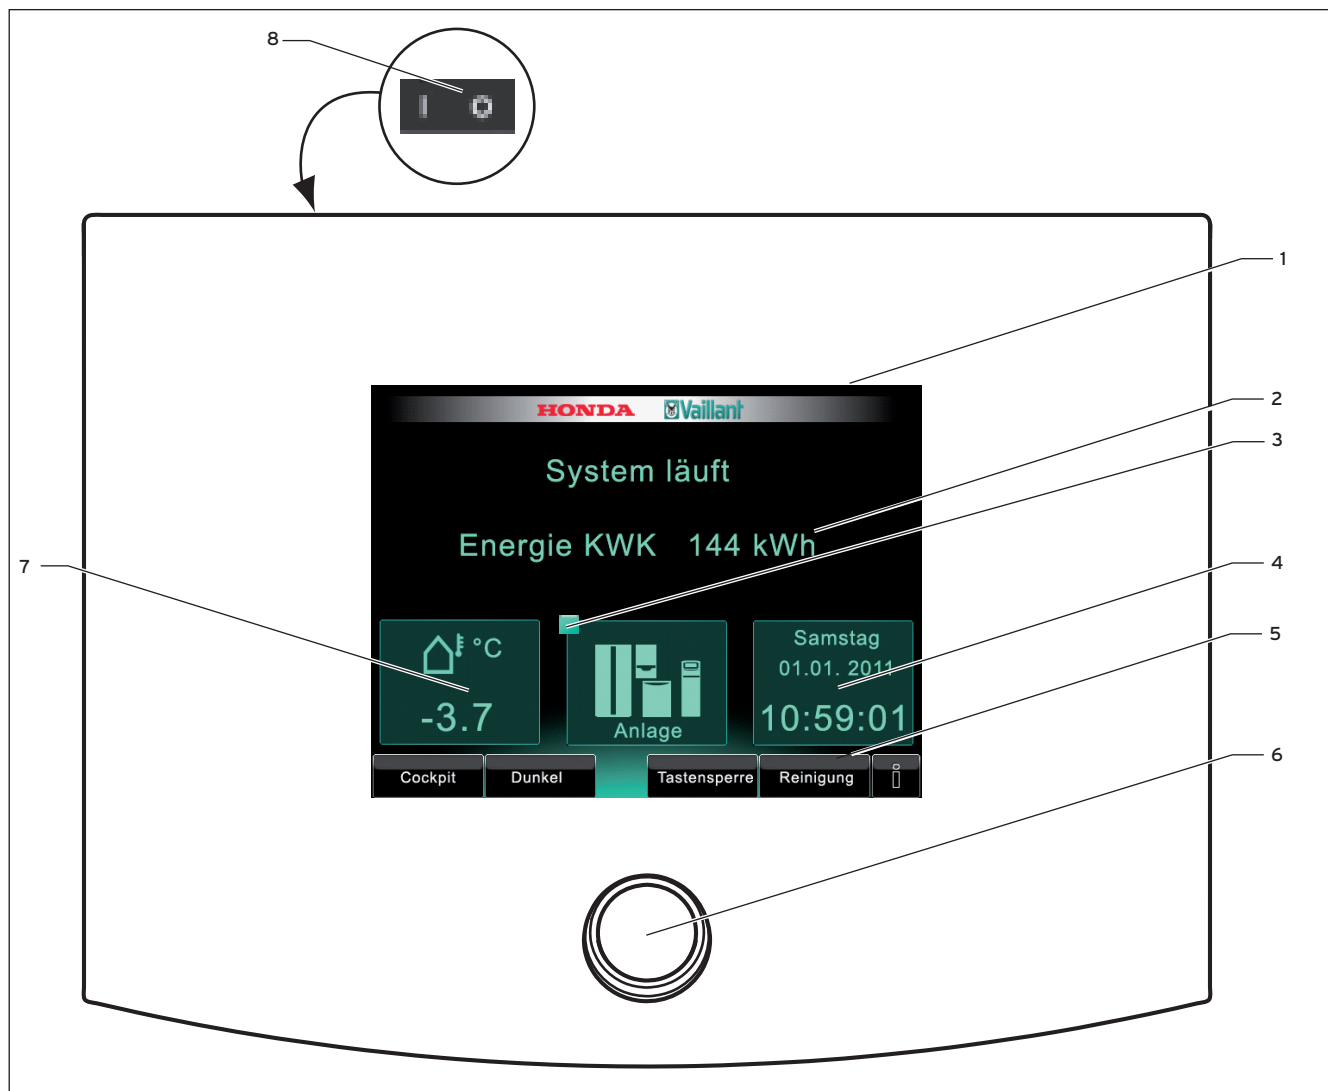

Abb. 4.1 Systemregler ecoPOWER 1.0
Auf Abb. 4.1 sehen Sie eine Statusanzeige (3). Statusanzeigen finden Sie nicht nur auf der Startseite, sondern auch auf anderen Displays. Der Status wird durch ein Farbfeld angezeigt. Die Farbfelder haben folgende Bedeutung:
Auf der Startseite (→ Abb. 4.1, Pos.1) zeigt das Display die Leistungen des Systems (2) an, die aktuelle Außentemperatur (7), Datum und Uhrzeit (4) sowie den Status des Systems (3).
Bei einer Meldung, z.B. einer Störung oder einer Wartungsmeldung, wird erscheint ein Display angezeigt, das so aussieht wie die Startseite (→ **Abb. 4.1**, Pos.1), jedoch ohne Fußleiste. Darauf erscheint eine Textmeldung.
Der Regler verfügt über Schaltflächen im mittleren Bereich und Auswahlkosten in der Fußleiste des Displays. Der Drehknopf unterhalb des Displays (→ **Abb. 4.1**, Pos. 5) dient der Änderung der Einstellwerte wie z.B. Temperatur oder Zeit.
Mit dem Drehknopf (→ **Abb. 4.1**, Pos. 5) können Sie einen ausgewählten Einstellwert verändern. Die Einstellwerte werden stets in einem grünen Feld dargestellt: